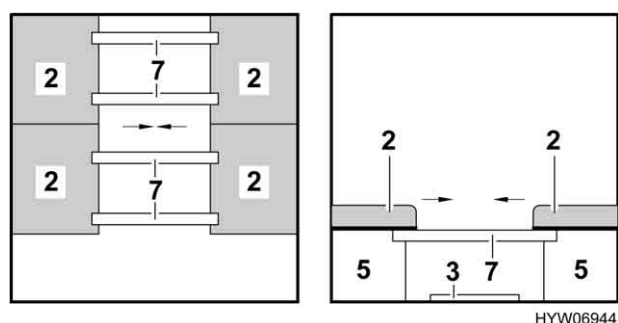

Fig. 54 Durante la trasformazione
- Estrarre le stange del letto (Fig. 54,7) dal cassone letto (Fig. 54,5)
- Sollevare i due cuscini del divano (Fig. 54,2) e collocare le stange del letto (Fig. 54,7) trasversalmente tra i due cassoni del letto nelle scanalature.